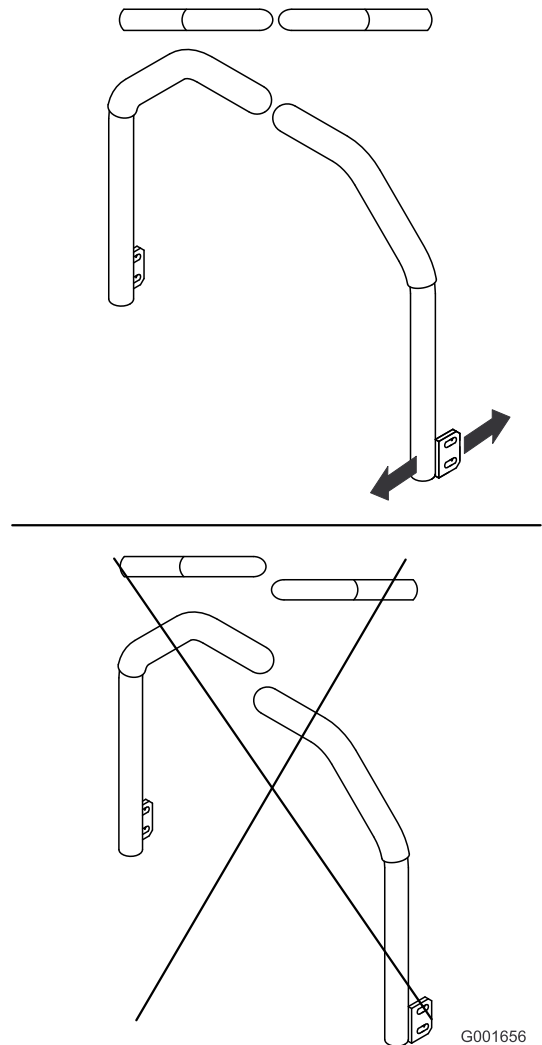

Figure 59
5. Réglez les leviers de commande de sorte à les aligner et serrez les boulons de fixation des leviers aux montants (Figure 59).